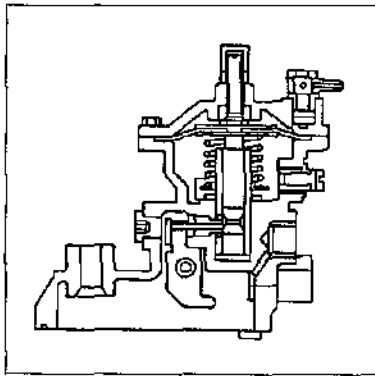

Figura.9-33
- ① El tipo de tornillo se usa de forma que el ajuste pueda efectuarse desde afuera. (Figura 9-33)